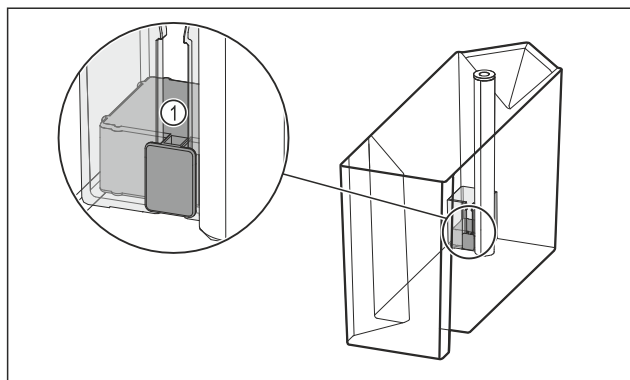

Fig. 111
- ▶ Kontrollér, om svømmeren Fig. 111 (1) har sat sig fast. Hvis svømmeren har sat sig fast: